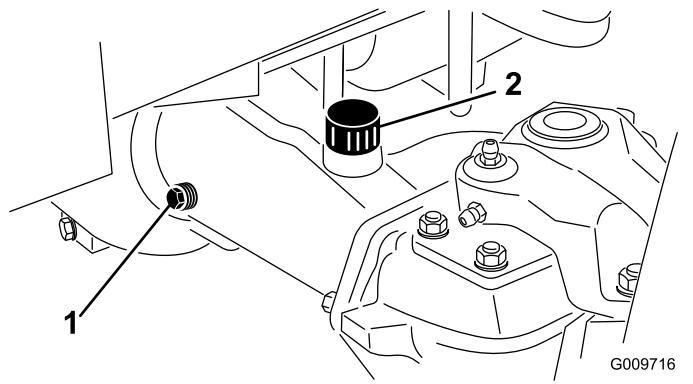

Figure 69
2. Enlevez un bouchon de contrôle à une extrémité du pont arrière (Figure 69) et vérifiez que l'huile atteint la base de l'orifice. Si le niveau est trop bas, enlevez le bouchon de remplissage (Figure 69) et ajoutez la quantité d'huile qui convient pour amener le niveau au bas des orifices des bouchons de contrôle.